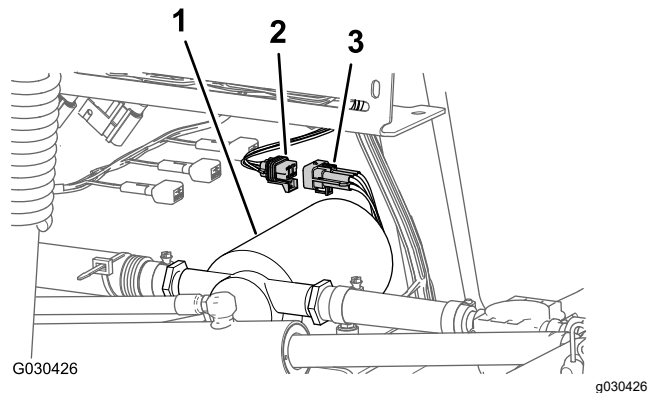

Figura 6
2. Desconecte el conector de 6 pines del arnés de cables de la bomba de enjuague del conector hembra de 6 vías del arnés principal trasero (Figura 6).